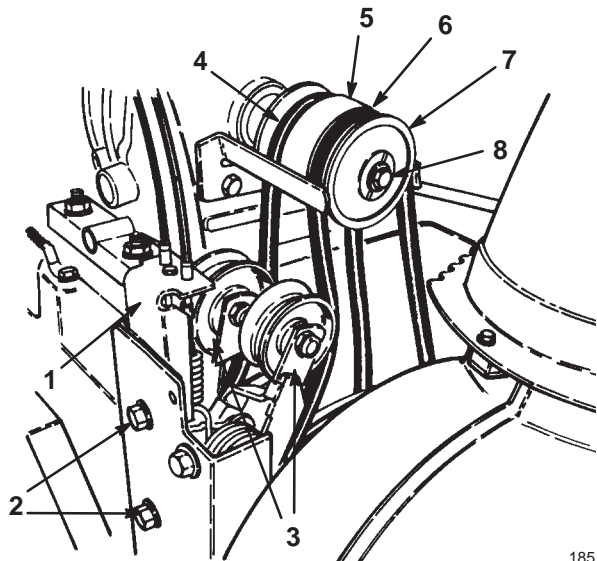

Bild 31
Tauschen Sie den Antriebsriemen von Schnecke/Gebläserad oder den Fahrtriebsriemen aus, wenn er (Bild 31) abgenutzt, ölgetränkt oder auf eine andere Art beschädigt ist.
5. Nehmen Sie die beiden Bundbolzen ab, mit denen die Spannscheibengruppe am Motorrahmen befestigt ist, und nehmen Sie die Spannscheibengruppe ab (Bild 31).
6. Nehmen Sie die Schraube und die Sicherungsmutter ab, mit denen die Halbantriebsscheibe an der Vorderseite der Spannscheibengruppe befestigt ist (Bild 31).
7. Schieben Sie die Halbantriebsscheibe und den Antriebsriemen für Schnecke/Gebläserad von der Kurbelwelle und nehmen Sie den Antriebsriemen ab (Bild 31).
8. Wenn der Fahrtriebsriemen erneuert werden muss, schieben Sie den mittleren Scheibenabschnitt und den Riemen von der Kurbelwelle und nehmen den Riemen von der Scheibe ab (Bild 31).
10. Wenn der Fahrtriebsriemen ausgetauscht wird, legen Sie ihn um den Fahrtrieb und den mittleren Scheibenabschnitt und schieben Sie den mittleren Scheibenabschnitt auf die Kurbelwelle (Bild 31).
11. Installieren Sie den Fahrtriebsriemen an der Spanscheibe (Bild 31).
12. Installieren Sie den Antriebsriemen für Schnecke/Gebläsead an der Halbscheibe und schieben Sie die Halbscheibe auf die Kurbelwelle (Bild 31).
14. Bringen Sie die Scheibengruppe am Motorrahmen an und befestigen Sie sie mit den beiden Bundbolzen (Bild 31).